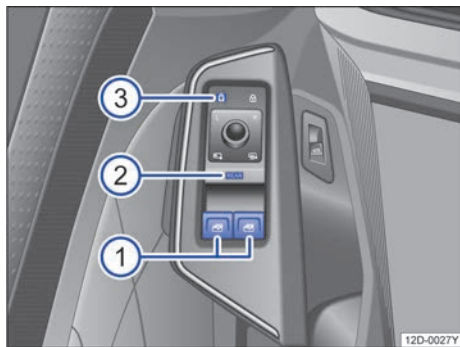

图 58 在驾驶员车门内：前部和后部电动车窗升降器的按钮
- ① 电动车窗升降器的按钮。
- ② 操作区 REAR 用于激活后部电动车窗升降器以及便捷开启及关闭的操作。
- ③ 操作区用于关闭后车门内的电动车窗升降器按钮和打开电动儿童安全锁。
默认情况下，可以通过按钮→图 58 ① 操作前车门内的电动车窗升降器。
REAR 短暂按下操作区→图 58 ②，可激活后车门中的电动车窗升降器的操作。如果激活后车门中的电动车窗升降器的操作，操作区的功能照明将亮起。再次短暂按下操作区 REAR，可激活前车门中的电动车窗升降器的操作。如果在激活后，未操作后车门内电动车窗升降器，则前车门内的电动车窗升降器的操作将在大约 10 秒钟后被再次激活。
按下操作区→图 58 ③，以关闭后车门内的电动车窗升降器按钮。同时打开电动儿童安全锁。当后车门内的电动车窗升降器按钮被禁用且儿童安全锁打开时，操作区中的指示灯亮起黄色。